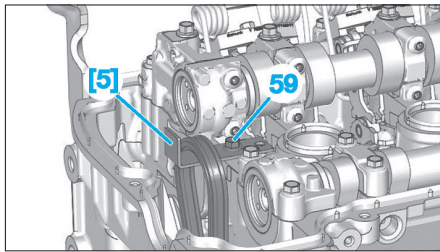

FIG. 19
- Mettre en place l'outil [5] à l'aide d'une vis (59) (Fig.19).